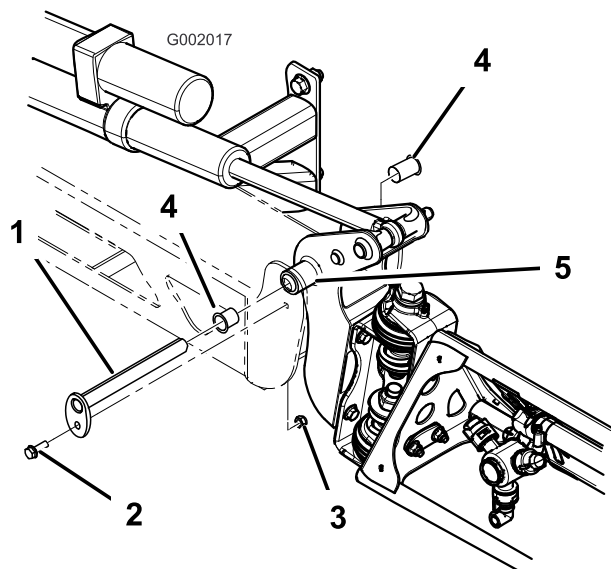

Figura 71
3. Con el peso del brazo apoyado, retire el perno y la tuerca que fijan el pasador de giro al conjunto del brazo (Figura 71). Retire el pasador de pivote.
- Retire los casquillos de nylon desde delante y desde detrás del soporte del pivote e inspecciónelos (Figura 71). Sustituya cualquier casquillo dañado.
- Instale el conjunto de brazo y soporte del pivote en el bastidor central, alineando los orificios (Figura 71).